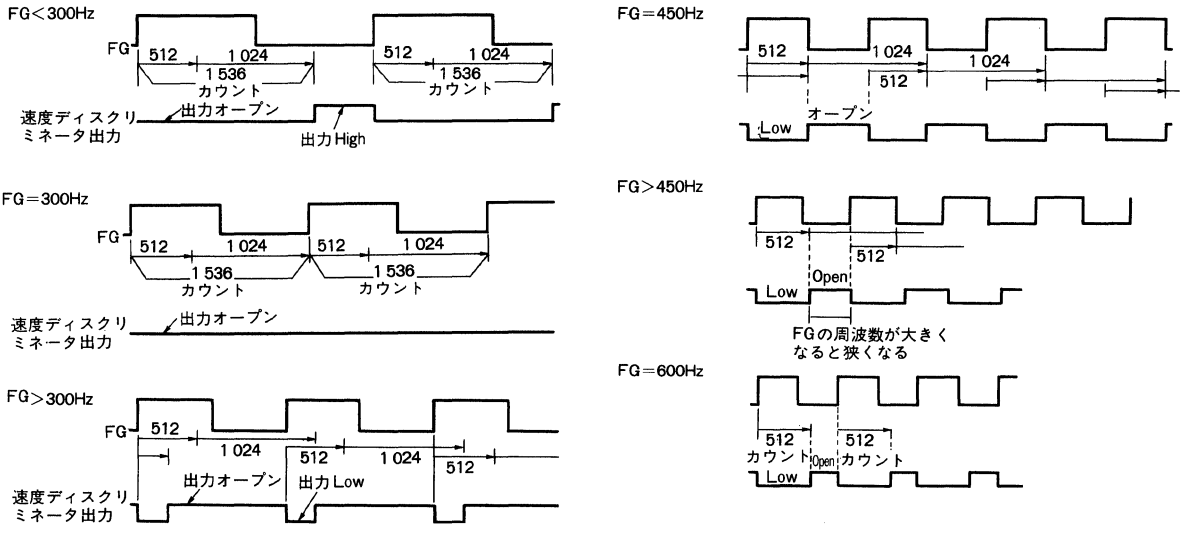

Fig.6
3) 速度ディスクリミネータ (16pin) PWM 変換信号を 16pin から出力します (Fig.6)。